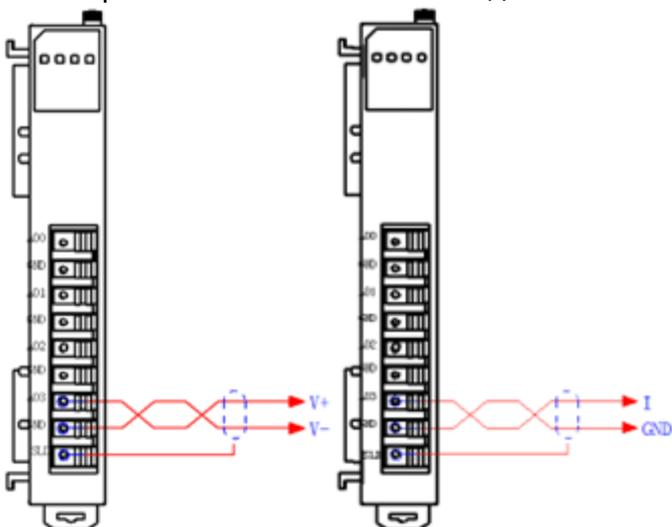

Рисунок 4-17. Схема подключения выходного сигнала напряжения
- На рис. 4-17 показана схема подключения модулей SM501401, SM511403, SM505405, SM515407, SM501813 и SM511815.